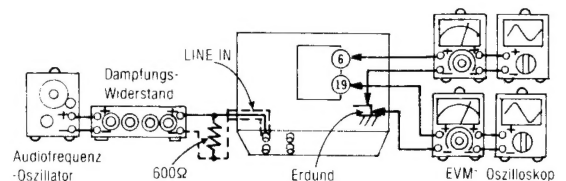

Abb. 9
1. Der Testaufbau ist in Abb. 9 gezeigt.
3. Mit dem Dämpfungswiderstand so justieren, daß die Ausgangsleistung zwischen Anschluß ⑥ (linker Kanal) (Anschluß ⑩ (rechter Kanal)) des IC403 und Masse 12.3mV beträgt.
4. Den Rauschunterdrückungs-Schalter (NR) einschalten und prüfen, ob der Pegel wie vorgeschrieben gegenüber dem Pegel im rauschunterdrückungsfreien Zustand verändert wird.